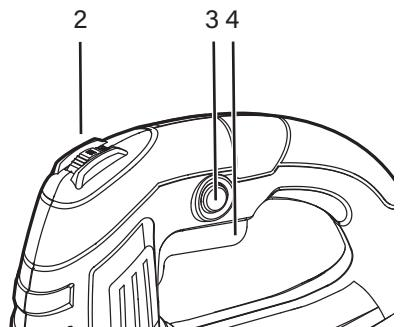

FIG.3
## Mise en marche et arrêt (voir Fig. 3)
## Vitesse variable (voir Fig. 3)
1. En tournant la molette de réglage de la vitesse (2) vers l'avant ou vers l'arrière, vous pouvez obtenir une vitesse variable.
3. La position « 1 » correspond à la vitesse la plus faible. La position « 6 » indique la vitesse la plus élevée. (Voir Fig. 3)